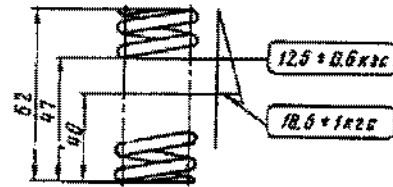

Fig. 2-56. Verificação da elasticidade da mola.
1. Soltar a porca de capuz 1 (fig. 2-56) do dispositivo tensor. Neste caso, a haste 3 é liberada, e a corrente é tensionada através da sapata 7 (fig. 2-57), sobre a qual aciona a mola 8 (fig. 2-56).
Fig. 2-56. Vista em corte do dispositivo tensor: 1 - porca de capuz; 2 - corpo do dispositivo; 3 - haste; 4 - anel de encosto; 5 - mola do êmbolo; 6 - arruela; 7 - êmbolo; 8 - mola; 9 - bucha; 10 - anel de encosto.
da capuz 1 (fig. 2-56), a bucha de fixação 9, e a arruela de encosto 4; remover, a seguir o êmbolo 7, a mola 5 e a haste 3, juntamente com a mola 8 e arruela 6.
A elasticidade da mola do dispositivo tensor deverá encontrar-se dentro dos limites indicados à fig. 2-56.